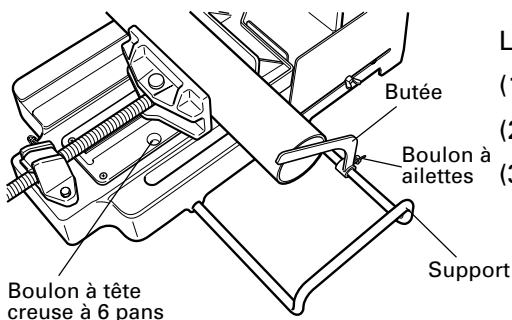

Fig. 18
9. Utilisation de la butée (Fig. 18)